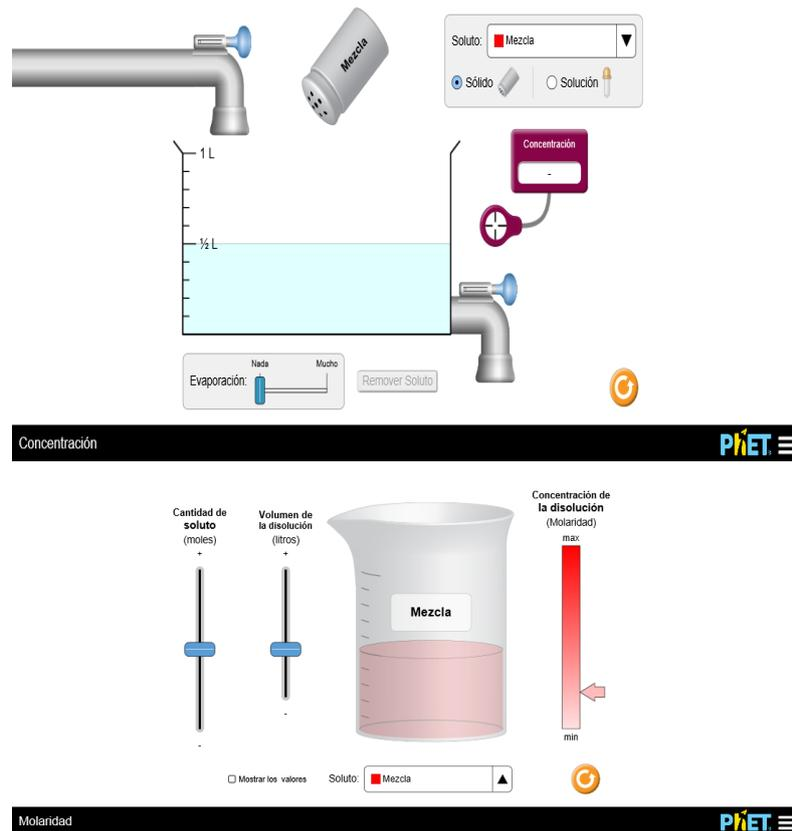

Figura 7: Simuladores para trabajar la concentración de una disolución²⁵
- Para afianzar la preparación de las disoluciones y el dominio de las concentraciones de las disoluciones se propone como actividad previa el uso de unos simuladores muy sencillos²⁵ (ver Figura 7). En el cual podrán ver la variación de la concentración a medida que varías las cantidades de soluto y disolvente. Para ello esta actividad tendrá lugar en el aula de informática, haciendo uso de las, TIC. Para esta actividad se empleará la mitad de una sesión de 50 minutos de clase.